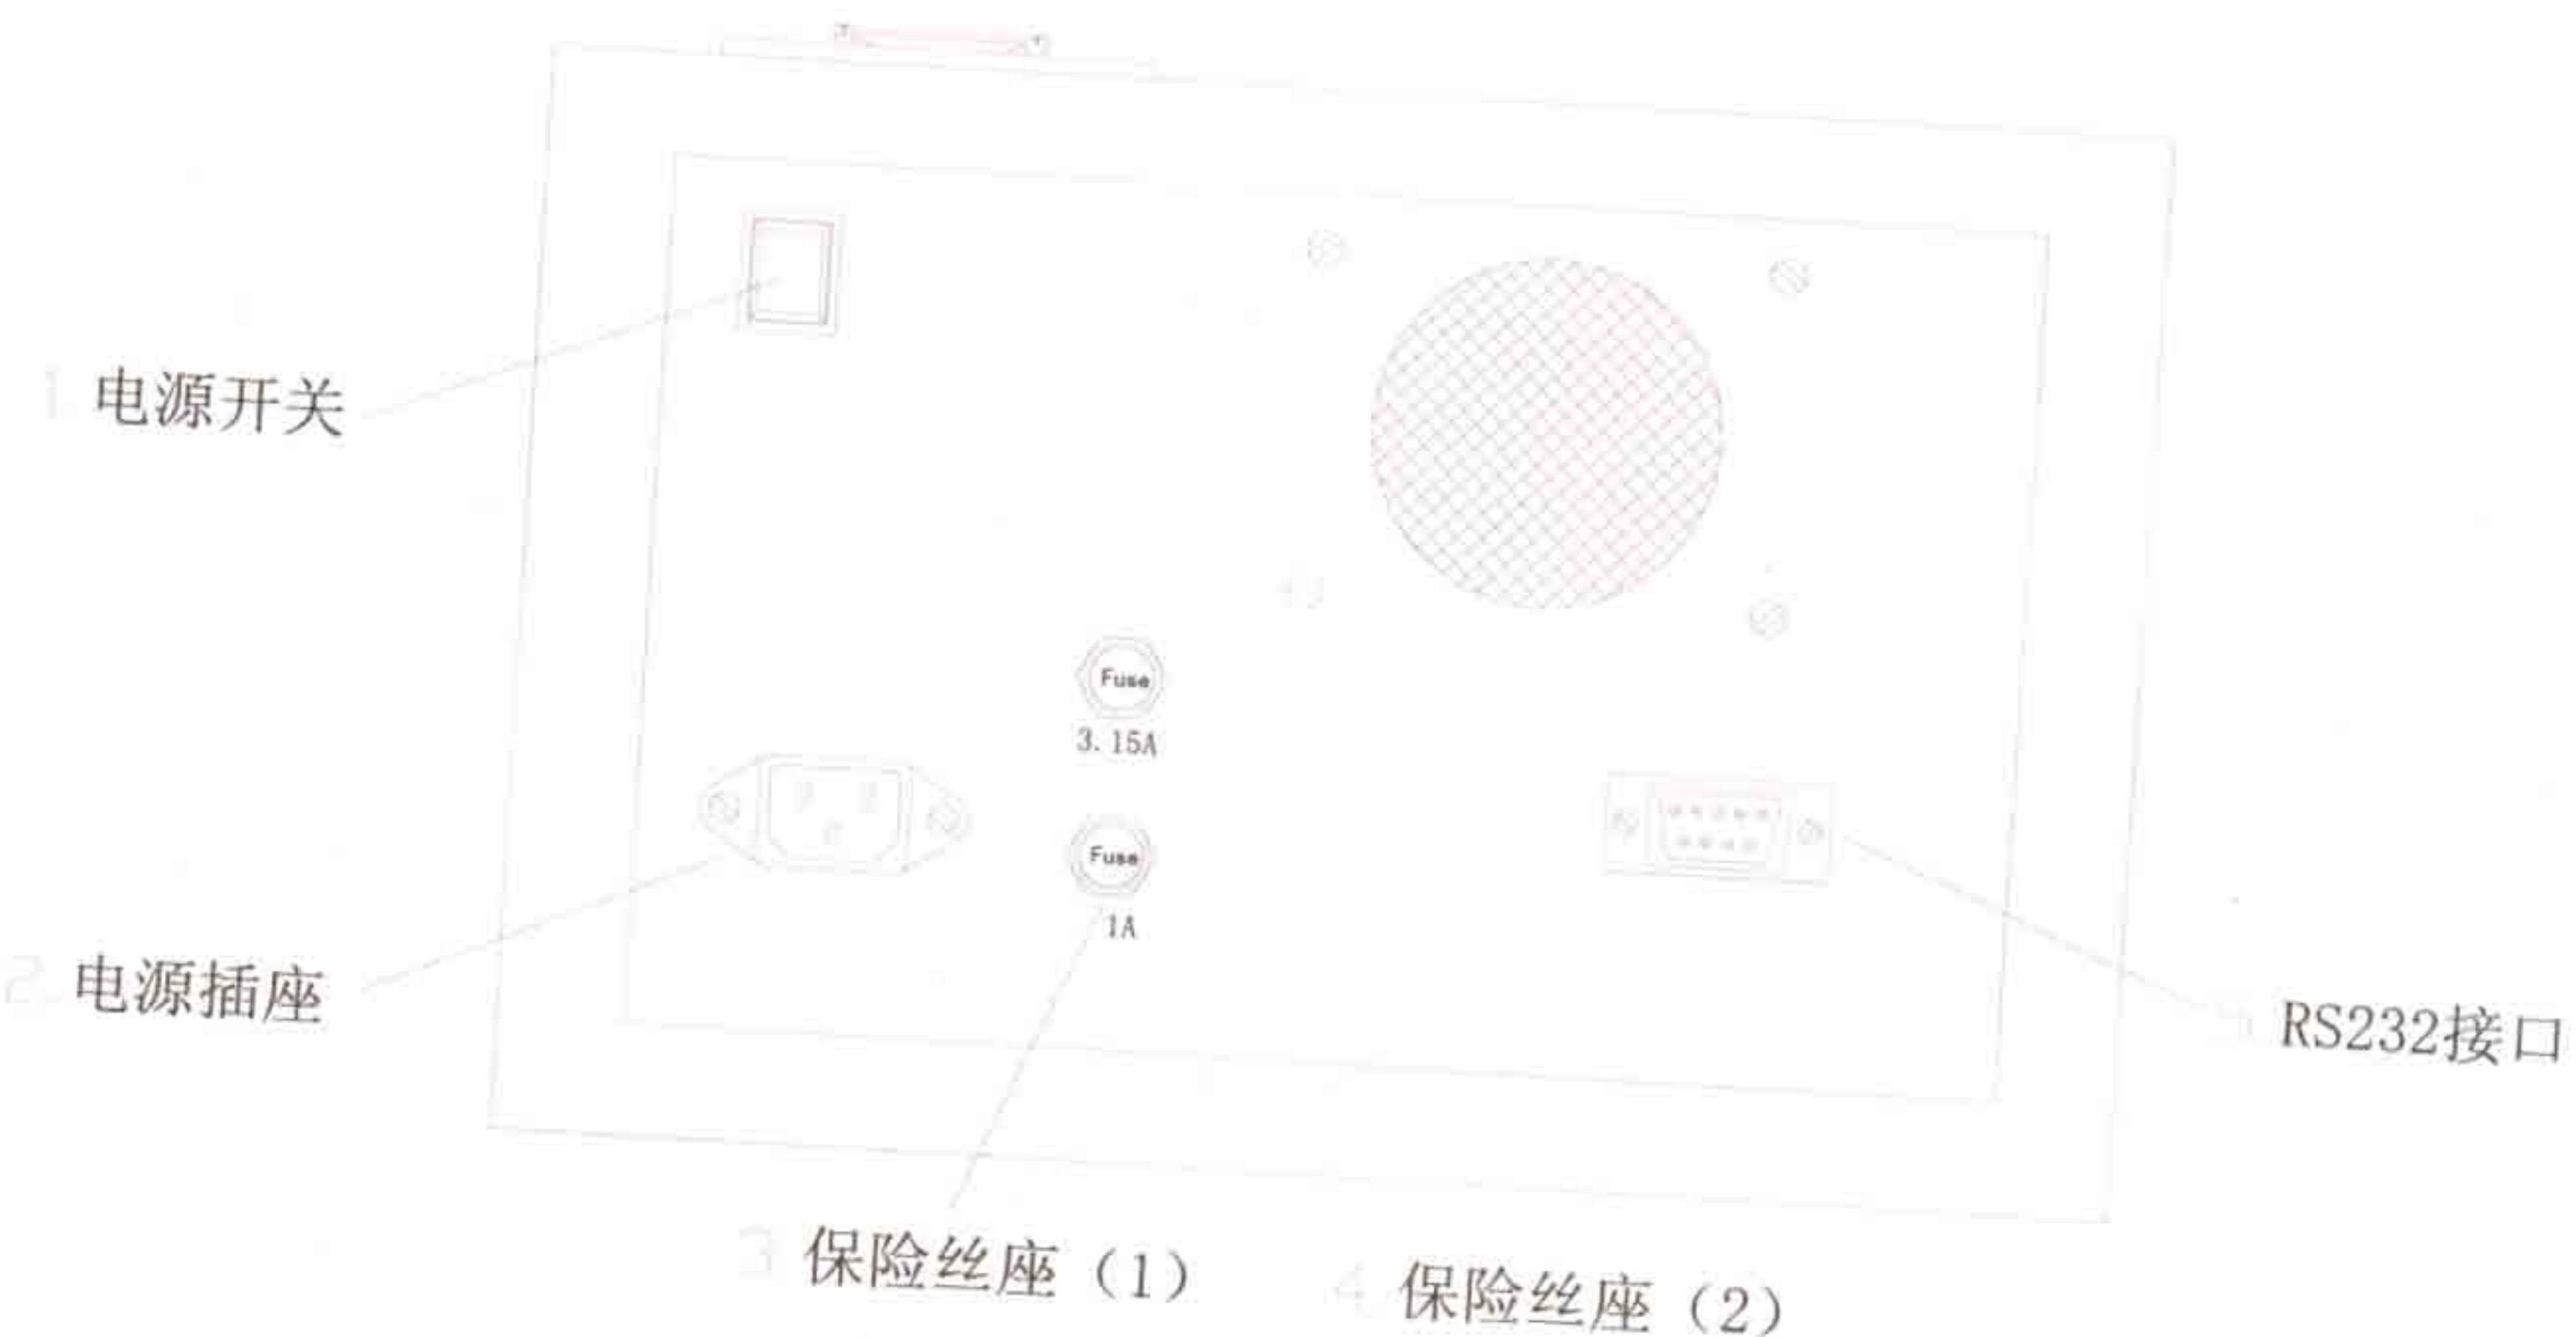

图 6
4. 仪器后视图见图 6
1. 开启电源开关(见图 6), 显示上一次起始温度及升温速率。稳定 20min。此时, 光标将停止在“起始温度”第一位数字, 用户可通过键盘修改起始温度, 并按“ \leftarrow ”键表示确认, 若起始温度不需修改可直接按“ \leftarrow ”键, 此时光标跳至“升温速率”第一位数字。